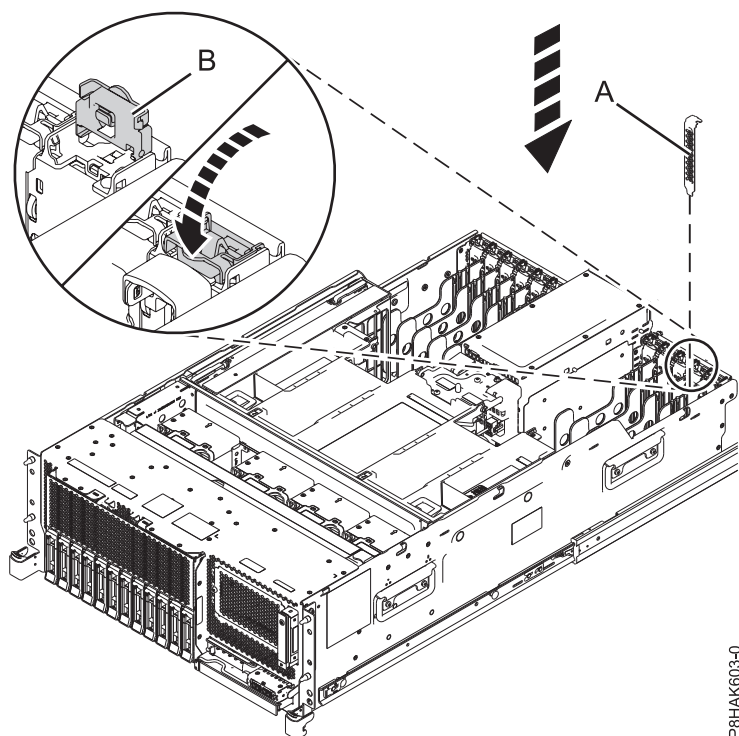
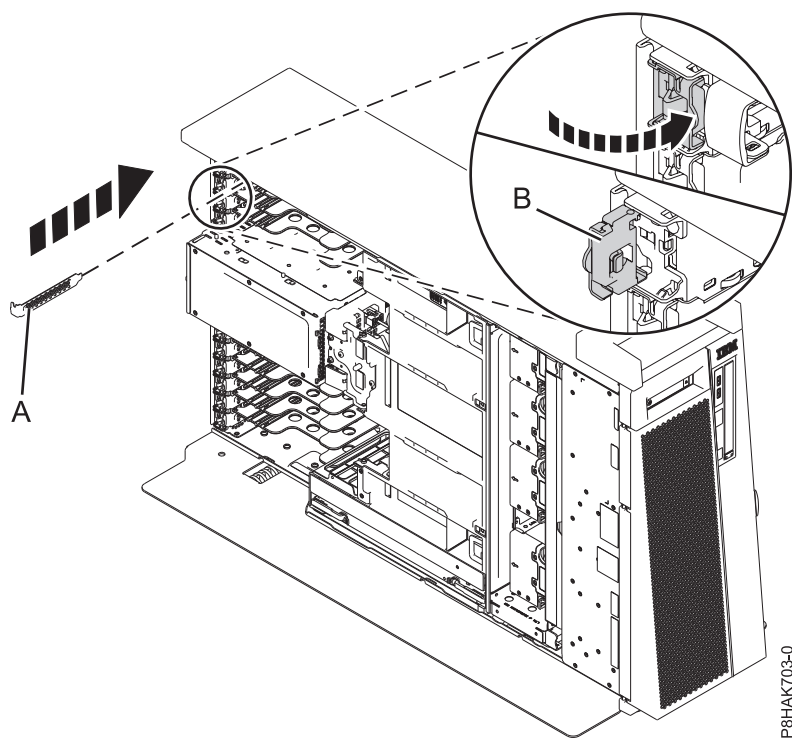

Figura 38. Instal·lació d'un panell de rebliment en una ranura d'un adaptador PCIe en un sistema muntat en bastidor.
Figura 39. Instal·lació d'un panell de reblliment en una ranura d'un adaptador PCIe en un autònom sistema 8286-41A
- a. Agafeu amb compte la contrapunta del panell de rebliment i alineeu-lo amb la ranura i el connector de la placa posterior del sistema, tal com es mostra a la Figura 38 i a la Figura 39 a la pàgina 45.